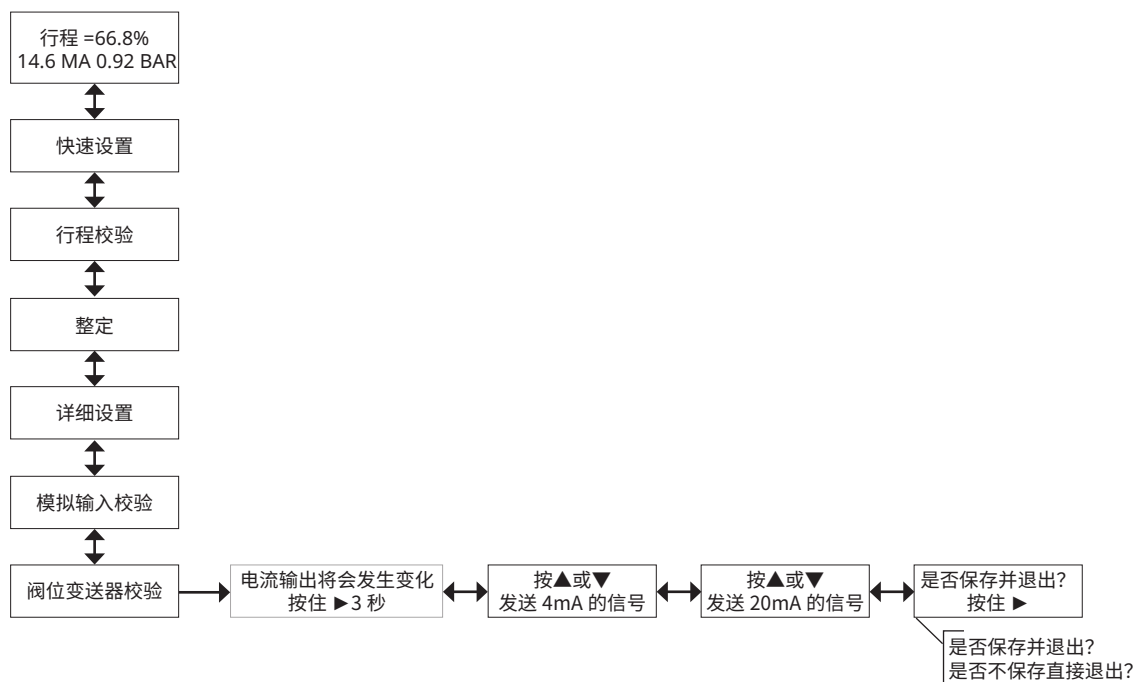

图 19. 阀位变送器校验
- 此过程仅适用于已安装了可选阀位变送器硬件的装置。GULDE 3800SA 定位器在出厂时已校验了阀位变送器。因此，您通常不需要执行此步骤。但是，如果您认为有必要进行调节，请执行下面的步骤并参考图 19。